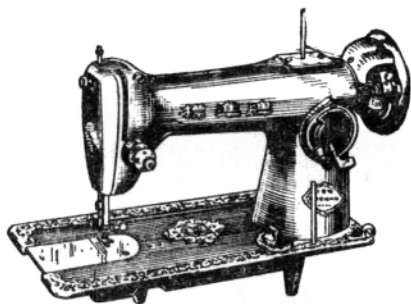
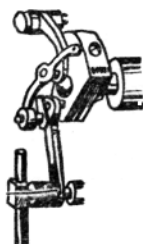

图 3
图 4
(2) **JB型** 在外观上挑线杆是从左机臂前方伸出(朝向操作者),内部是采用连杆挑线机构。针杆行程较大,能缝较厚的衣料,并装有倒顺送布机构和送布牙升降机构(图3及图4)。